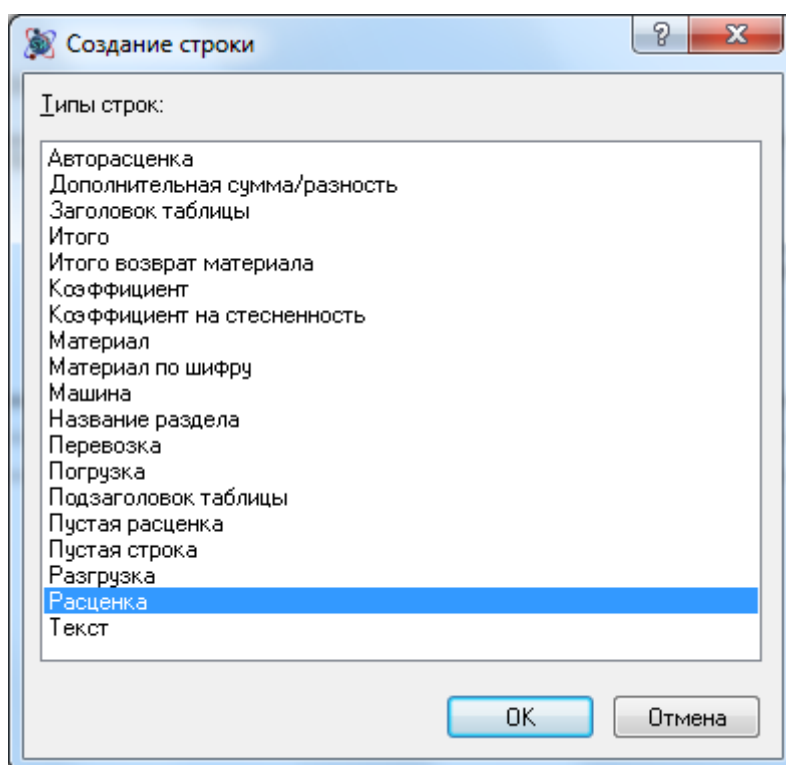

Рис. 3.7 Диалоговое окно Создание строки
3. В диалоговом окне *Создание строки* (рис. 3.7) выбрать строку «Расценка» и нажать на кнопку ОК;
3. В диалоговом окне *Создание строки* (см. рис. 3.7) выбрать строку **«Авторасценка»** и нажать на кнопку **ОК**;